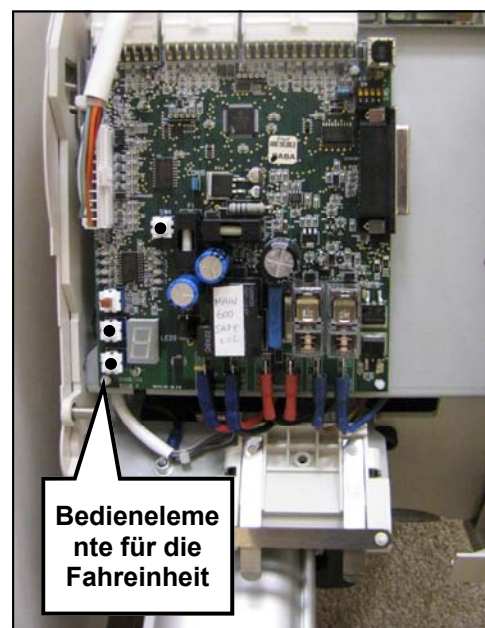

Abbildung 2
- Heben Sie den Sicherheitsschalter des Geschwindigkeitsreglers mit einem geeigneten Werkzeug (die empfohlene Mindestlänge des Schraubendrehers beträgt 100 mm) vorsichtig an, während Sie den Treppenlift **mittels der Richtungsbedienelemente auf der ECU** Abb. 2, nach unten fahren bis der Schalter des Geschwindigkeitsreglers den Treppenlift abschaltet.